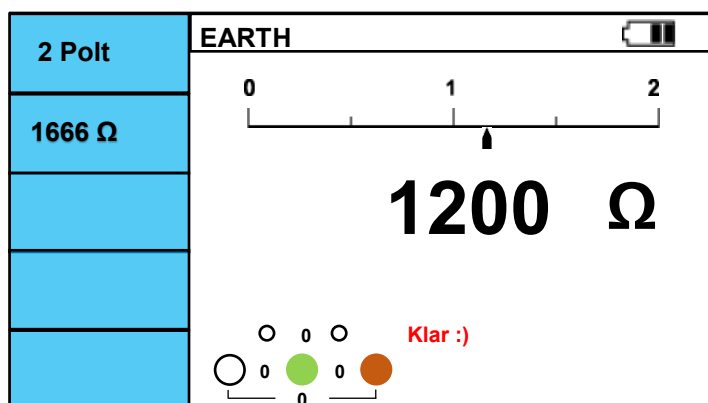

Figur 6.8.1 JORD 2-polt tilkobling
- IV. Koble L(brun) terminal til jordingen som skal dokumenteres og PE(grønn) til jordskinnen. Figur 6.8.1.